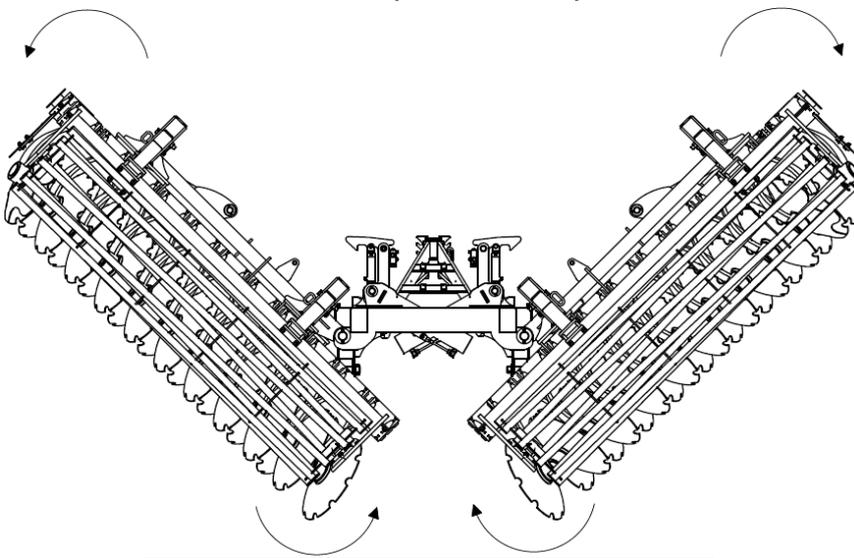

Fig. 8 Étapes du dépliage de la machine : la machine s'ouvre, les extrémités des bras latéraux sont à une hauteur convenable.
4. Lors de l'ouverture des ailes de la machine, assurez-vous que les extrémités des bras sont à une hauteur suffisante pour éviter qu'ils ne s'accrochent au sol (fig. 8).